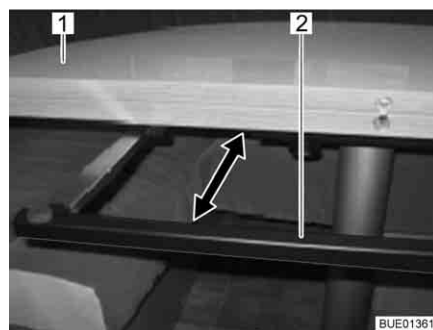

Fig. 96 Étrier support
- Ouvrir jusqu'en butée l'étrier de support (Fig. 96,2) sous le plateau de table (Fig. 96,1).